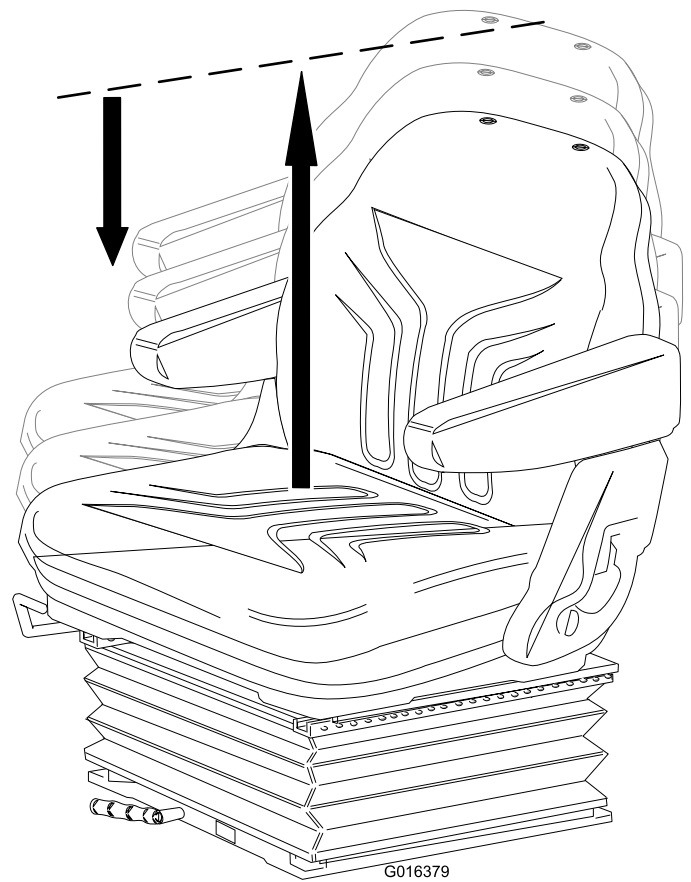

Figura 14
- **Regolazione dell'altezza:** Sollevate manualmente il sedile per regolare l'altezza secondo determinati incrementi. Per abbassare il sedile, sollevatelo fino oltre l'altezza massima, quindi lasciatelo scendere fino all'altezza minima (Figura 14).